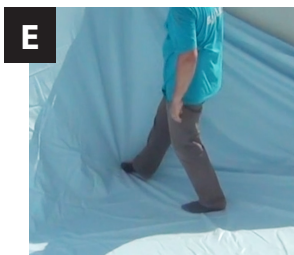

Fig. 17 / Abb. 17 / Afb. 17
**NL** **E** Om de al geplaatste liner te verplaatsen, schuift u hem door het klemprofiel. Indien dit moeilijk gaat, kunt u de liner iets terugschuiven waarbij u hem optilt zodat u de verdikte rand niet beschadigt. Verzeker u ervan dat de liner goed op zijn plaats zit, zowel op de bodem als op de wanden, waarbij de spanning ervan overal gelijk is (met de punt van de voet, kunt u de liner vanuit zijn hoeken in de hoeken van de wanden duwen) (afbeelding 17).